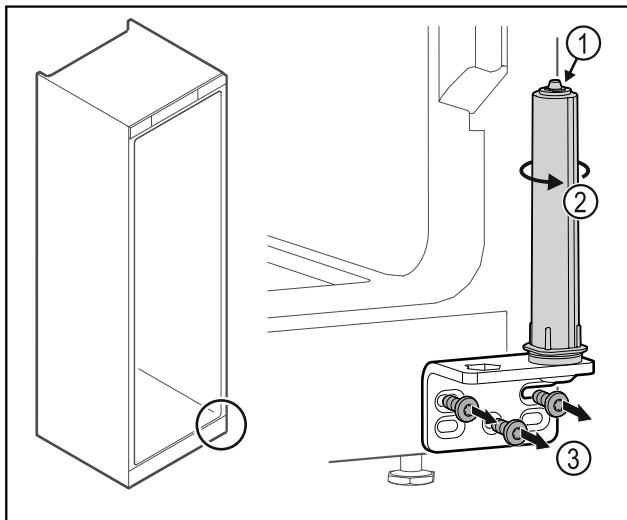

Fig. 25
- Neizjauciet durvju slēgšanas sistēmu Fig. 25 (1).
- Pagrieziet slēgšanas sistēmu Fig. 25 (2), līdz tā noklikšķ.
- Noskrūvējiet lokāmos kronšteinus Fig. 25 (3).